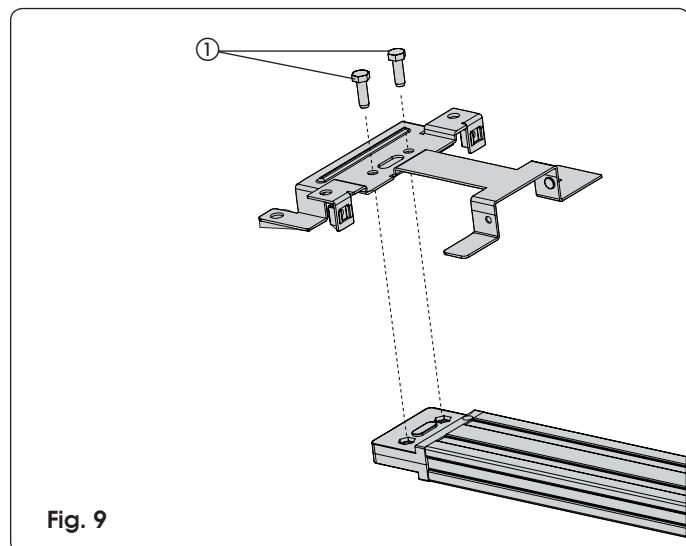

Fig. 9
Assembleer, alvorens de geleiderail aan het plafond te bevestigen, de bevestiging aan de achterkant, monter hem in de speciale uitsparing in de aandrijfkoppelingsgroep en draai de schroeven vast zoals aangeduid in Fig. 9 ref. ①.